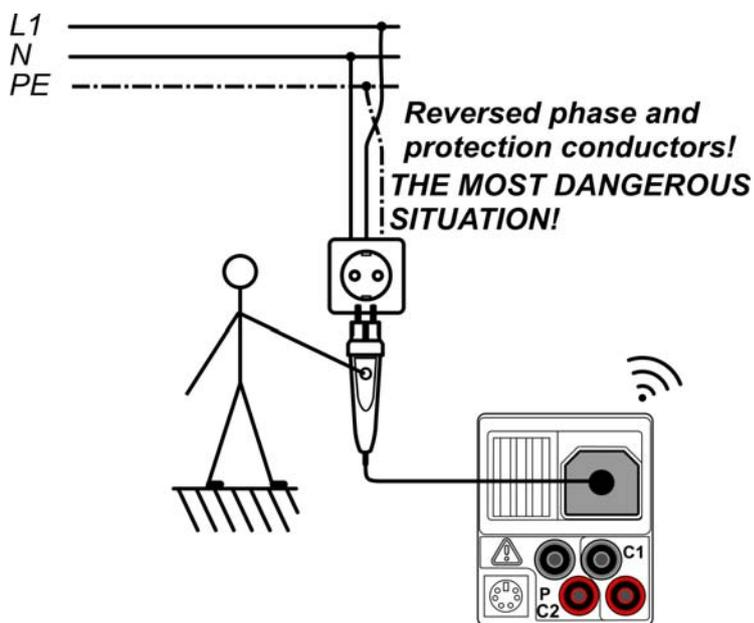

Abbildung D.4: Vertauschte L- und PE-Leiter (Anwendung des Commander Prüfsteckers )
- ❑ **Schließen Sie** den Commander an das Prüfstück (siehe *Abbildung D.4*).